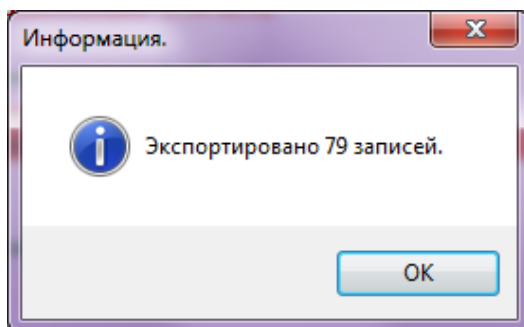

Рисунок 18 – Экспорт данных
9.3 Нажмите кнопку «*Сохранить*». На мониторе отобразится окно с информацией о количестве экспортируемых записей (рисунок 18).